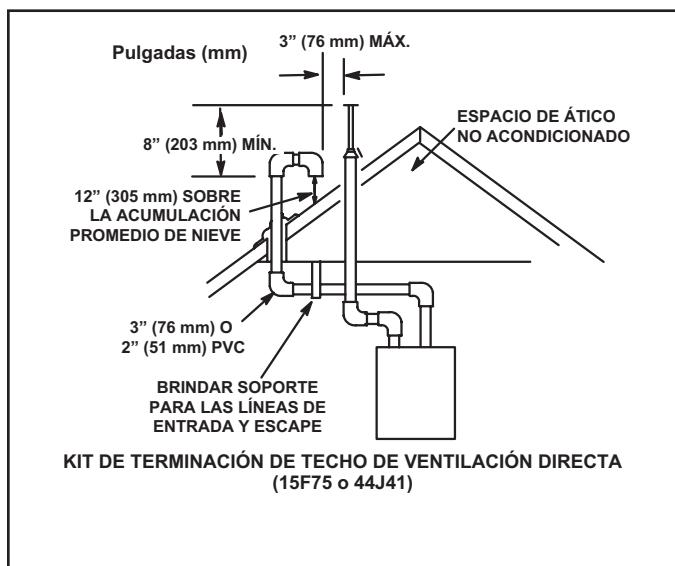

FIGURA 36
Las tuberías de entrada y de escape se pueden tender ya sea horizontalmente a través de una pared exterior o verticalmente a través del techo. En instalaciones en un ático o clóset, se prefiere la terminación vertical a través del techo. La "FIGURA 36" a la "FIGURA 43" muestran terminaciones típicas.
- 3 - En las terminaciones de techo, la tubería de entrada debe terminar recta hacia abajo usando dos codos de 90° (ver la "FIGURA 36").